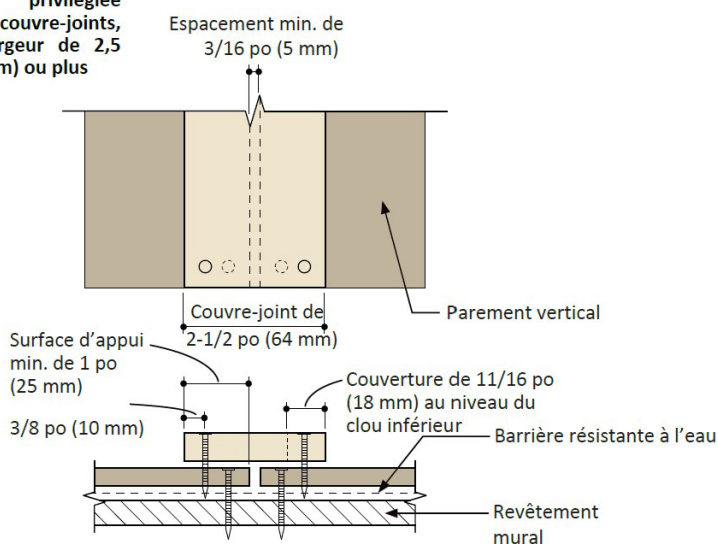

Figure 4a
- Les segments de parement vertical doivent être espacés d'au moins 3/16 po (5 mm). (*voir figures 4a et 4b*)
- Longueur = la fixation doit être suffisamment longue pour pénétrer complètement dans le parement vertical d'au moins 1/4 po (6 mm) (*voir figures 4a et 4b*)